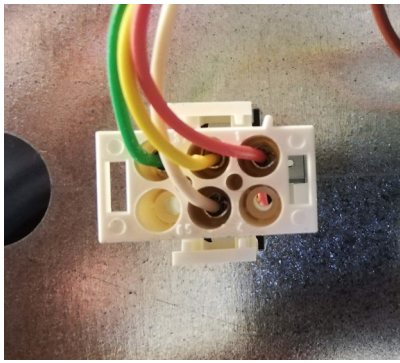

Fig. 3
- Inserire il connettore maschio del cavo di collegamento nel corrispondente connettore femmina sul telaio del ventilconvettore. Controllare visivamente il verso dell'accoppiamento prima dell'inserimento, poiché esso può avvenire in un solo senso. Assicurarsi che le apposite alette del connettore siano scattate in posizione di bloccaggio (fig. 3).